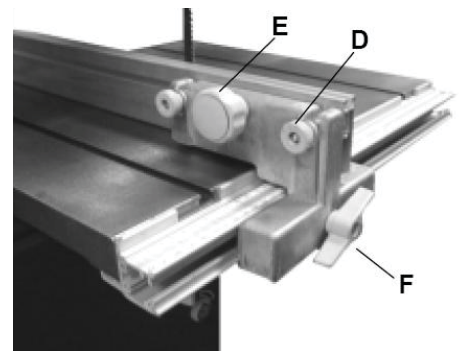

Рис. 7
- Двумя маленькими ручками и болтами M6x40 (D) прикрепите направляющую (С) к опоре направляющей (В), для регулировки и фиксации положения используйте большую ручку (Е), как показано на Рис. 7.
- Вертикальная и горизонтальная регулировка направляющей упора (С) производится двумя маленькими ручками (D) и большой центральной ручкой (Е) (Рис. 7).